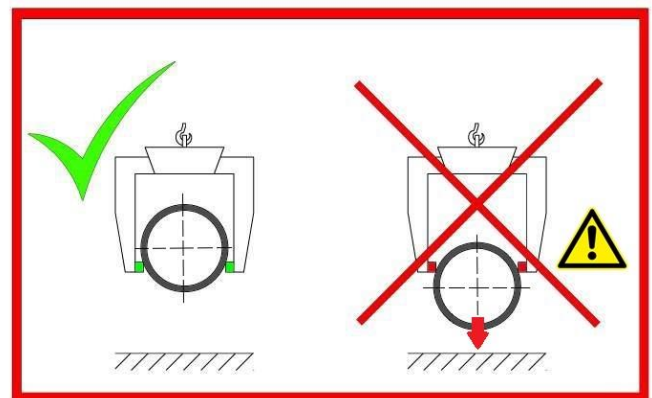

Fig. 2
- Tirare la coppiglia della molla (3) verso l'alto e girarla di 180°.
- Spostare il tubo rettangolare (4) fino a impostare la corretta profondità di immersione. Tirare la coppiglia della molla (3) verso l'alto e girarla di 180°.
- Spingere il tubo rettangolare (4) avanti e indietro fino a quando il fermo a molla (3) si innesta nel foro corrispondente.
**Il supporto regolabile in altezza deve essere sempre regolato in modo che le ganasce facciano sempre presa sul tubo di cemento al di sotto del diametro maggiore del tubo, altrimenti c'è il rischio di scivolare!!! → Fig. 2**